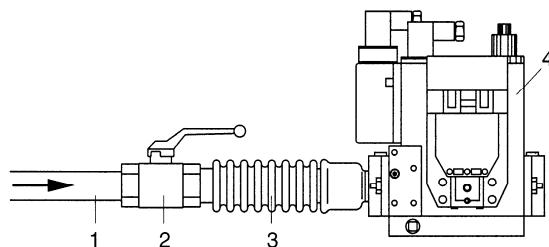

Рис. 2
Патрубок подсоединения к трубе подачи газа должен иметь надлежащие размеры, соответствующие типу монтируемой системы. Подсоединение необходимо выполнить через газораспределительное устройство, как показано на рис. 2: газовая труба (1), отсечной кран (2) и антивибрационная муфта (3) не входят в комплект поставки и предоставляются монтажным предприятием; они подсоединяются к узлу газовых клапанов (4), входящему в комплект поставки теплогенератора.
- Подсоединить манометр к точке отбора давления (4) перед узлом клапанов (рис. 2);